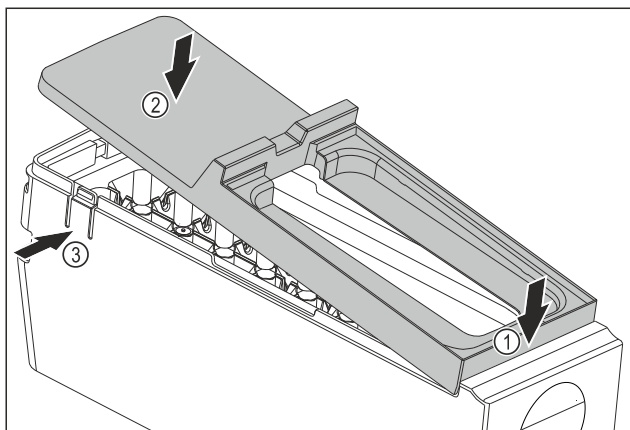

Fig. 139
- ▶ Montáž krytu korpusu EasyTwist-Ice: Nasadte kryt na přední stranu. Fig. 139 (1)
- ▶ Spusťte kryt vzadu dolů. Fig. 139 (2)
- ▷ Kryt slyšitelně zaklapne v obou lamelách Fig. 139 (3).